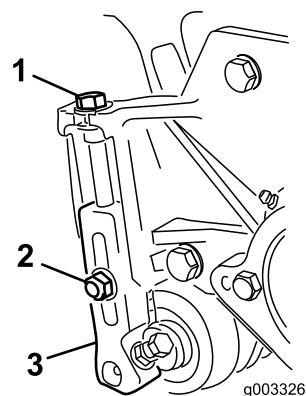

Figure 23
1. Desserrez les contre-écrous qui fixent les bras de hauteur de coupe aux plaques latérales de l'unité de coupe (Figure 23).